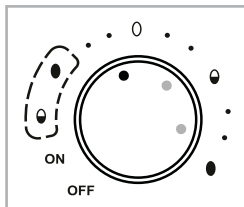

Fig. 3
- Vælg områdets **midterste** punkt (fig. 3), hvis du vil koge 7 kolde æg fra køleskabet, som er gennemsnitligt store æg (størrelse M/L):